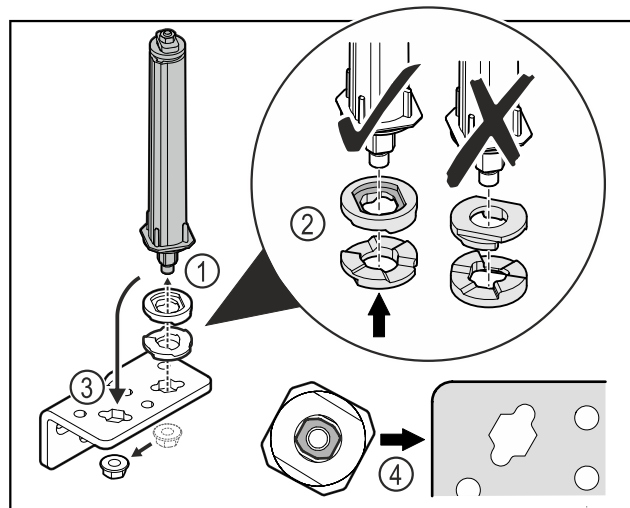

Fig. 23
- Povolte matici a odstraňte uzavírací systém dvířek Fig. 23 (1).
- Dbejte na správné vyrovnaní výškově stavitelných podložek Fig. 23 (2).
- Přesaďte uzavírací systém dvířek v úhelníku závěsu a upevněte jej maticí Fig. 23 (3).
- Při nasazování dbejte na správné vyrovnaní uzavíracího systému dvířek Fig. 23 (4).